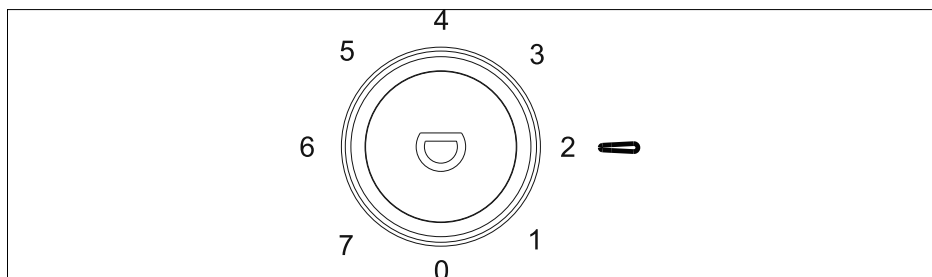

Fig. 20
El regulador de temperatura (3) permite realizar 8 ajustes (véase la **fig. 20**):
- ▶ Para desconectar el aparato totalmente de la red, ponga el regulador de temperatura (3) en la posición **0** y desenchufe el cable de alimentación de red.